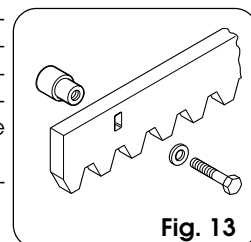

Fig. 13
4.4.1. CREMAGLIERA DI ACCIAIO A SILDARE (Fig. 13)